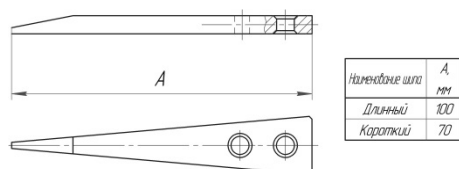

Рис. 3
1. Перед началом использования необходимо определить толщину коры дерева, на которое следует подняться. При разной толщине коры должны применяться и шипы разной длины. Лазы комплектуются двумя типами шипов: короткие шипы, длина которых 70 мм, и длинные шипы – длиной 100 мм каждый (см. рис. 3). Короткие шипы применяются для перемещения по стволам деревьев (бук, береза, липа, ель, кедр и т.п.), покрытых тонкой и средней корой: толщина коры не превышает 20 мм. Длинные шипы применяются для деревьев (лиственница, сосна, дуб и т.п.), имеющих толстую кору, 20 мм и больше, но не более 50 мм. Необходимо учитывать, что с возрастом дерева толщина коры может увеличиваться,